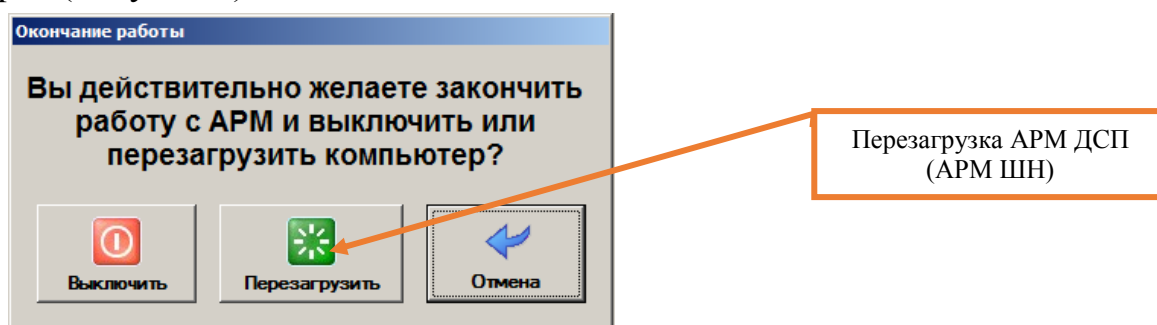

Рисунок 1. Перезагрузка АРМ.
7.1.2. Перезагрузить системный блок АРМ ДСП, находящийся в резерве (Рисунок 1).
7.2.1. Перезагрузить компьютер АРМ ШН (Рисунок 1).